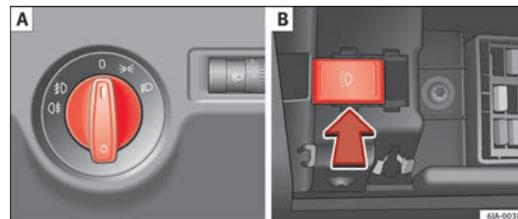

Fig. 55 Quadro strumenti: Interruttore delle luci/Fusibili; Interruttore delle luci di marcia diurna
La posizione dei comandi nei veicoli **con guida a destra** differisce parzialmente dalla posizione qui mostrata ⇒ **fig. 55** ⇒ pagina 97. Tuttavia i simboli che indicano le rispettive posizioni dei comandi sono uguali.
- Ruotare l'interruttore delle luci ⇒ **fig. 55** **A** nella posizione «».
- Ruotare l'interruttore delle luci ⇒ **fig. 55** **A** nella posizione 0. ■
Ruotare l'interruttore delle luci ⇒ fig. 55 A ⇒ pagina 97 nella posizione 0.
- Premere il tasto ⇒ fig. 55 B ⇒ pagina 97 **verso destra**.
- Premere il tasto ⇒ fig. 55 B ⇒ pagina 97 **verso sinistra**.
- Ruotare l'interruttore delle luci \Rightarrow fig. 55 \Rightarrow pagina 97 portandolo in posizione \Rightarrow e bloccare il veicolo.